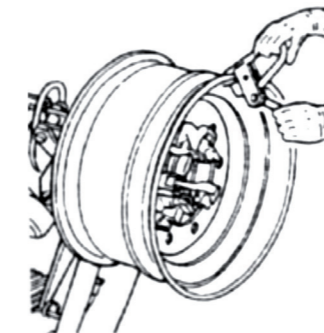

Рис. 16.
3. Установите зажим в верхней позиции наружной части обода колеса (рис. 16).